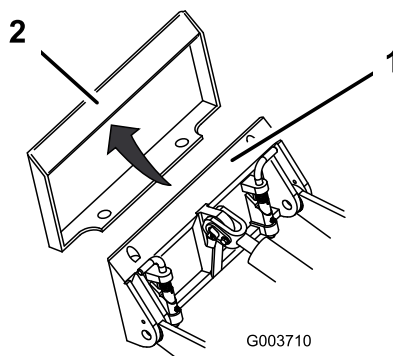

図 13
4. 取り付けプレートをアタッチメント受けプレートの上側にセットする **図 13**。